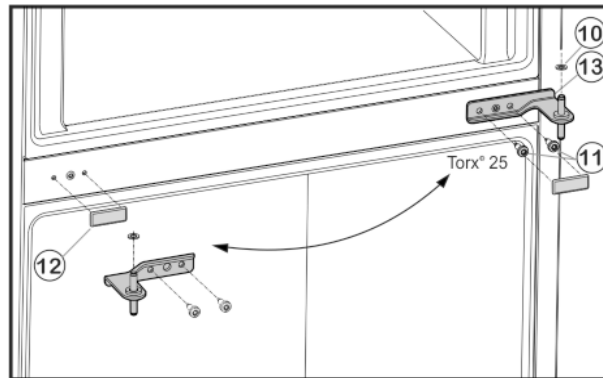

Fig. 6
- Odšroubujte upevňovací šrouby Fig. 6 (11) (2 x Torx® 25) a stojan ložiska uprostřed vytáhněte ze spodních dvířek.
- Vyměňte plastovou podložku Fig. 6 (10).
- Kryt Fig. 6 (12) opatrně stáhněte.
- Kryt Fig. 6 (12) opět nasadte na protilehlé straně.
- Prostřední stojan ložiska Fig. 6 (13) otočený o 180° nasadte do spodních dvířek a našroubujte jej pomocí upevňovacích šroubů Fig. 6 (11) (2 x Torx® 25) pevně na novou stranu závěsu dveří (4 Nm).
- ▶ Opět nasadíte plastovou podložku Fig. 6 (10).
- ▶ Horní dvířka usadíte na prostředním ložiskovém čepu Fig. 6 (13).